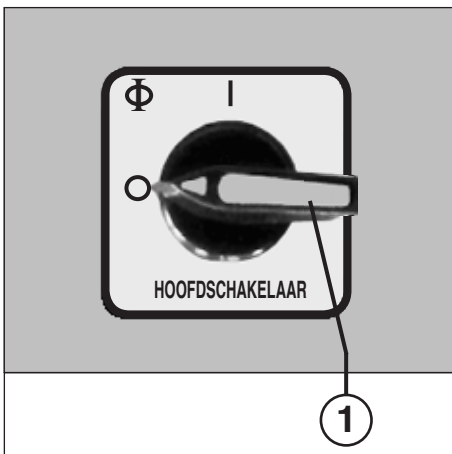

Fig. 1
U gelieve erop te letten dat de machine „s nachts uitgeschakeld is (hoofdschakelaar (1) (Fig. 1) op "0").